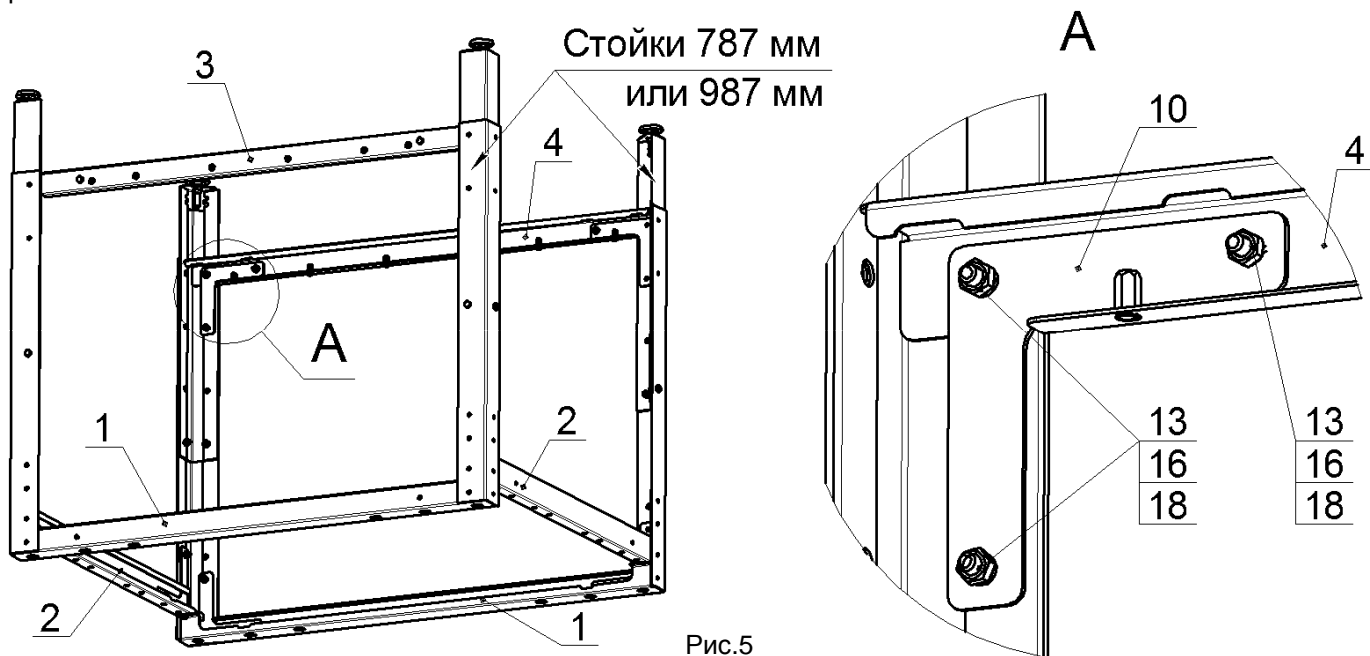

Рис.5
5. Закрепить на стойках 787мм или 987мм профиль лицевой, нижний, поз.3 (882мм) и профиль задний, нижний, поз.4 (882мм) при помощи угольников, поз.10, болтов М6, гаек и шайб, поз.13, 16 и 18, как показано на рис.5. Гайки не затягивать: